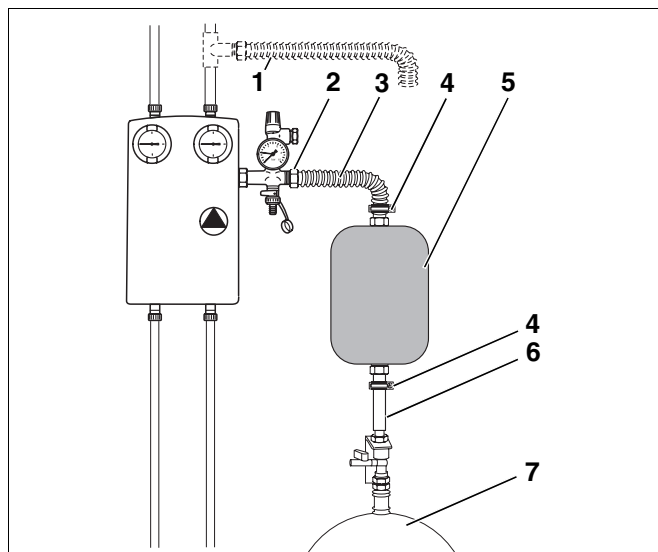
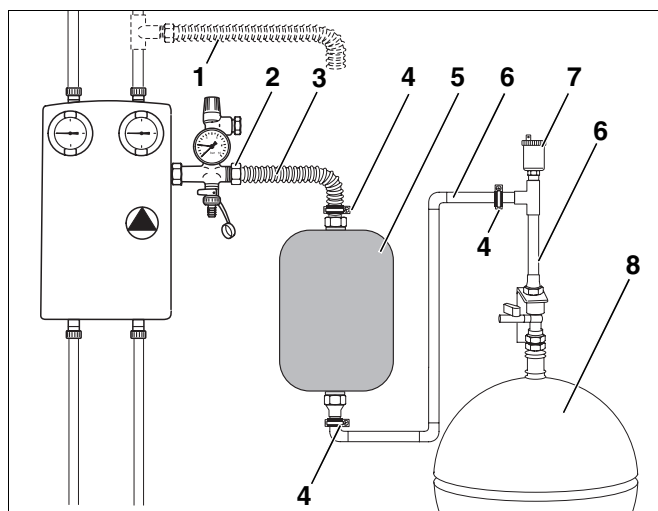

Fig. 1 Montarea recipientului intermediar
Fig. 2 Montarea recipientului intermediar cu dispozitiv de aerisire suplimentar
Vasul de expansiune (MAG) trebuie montat sub recipient intermediar (Fig. 1). Dacă acest lucru nu este posibil și conducta către vasul de expansiune este racordată în sus, trebuie montat un aerisitor suplimentar (Fig. 2, **Poz. 7**).
- La colectorii cu vacuum, vasul de expansiune și recipientul intermediar se vor instala deasupra stației complete (Fig. 1, **Poz. 1**) (vezi set de echipare, accesorii).
- Racordați recipientul intermediar (Fig. 1, **Poz. 5**) la returul grupului de siguranță al stației complete. Folosiți pentru aceasta de ex. furtunul oțel inoxidabil (Fig. 1, **Poz. 3**) al setului de racorduri de extensie (AAS-Solar; accesorii).
- Fixați țevile de recipientul intermediar (Fig. 1, **Poz. 5**) cu bride de prindere care se găsesc în comerț (Fig. 1, **Poz. 4**). Recipientul intermediar (Fig. 1, **Poz. 5**) trebuie montat în poziție verticală.
- Racordați MAG (Fig. 1, **Poz. 7**) prin țeava de cupru (Fig. 1, **Poz. 6**) la recipientul (Fig. 1, **Poz. 5**) intermediar.